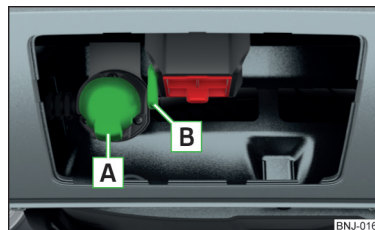

Fig. 162
- Introduceți conectorul cablului remorcii în priza cu 13 poli [A] » fig. 162.